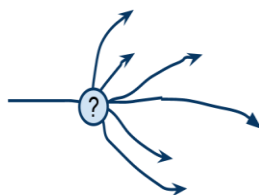

Рис. 50. Сложный выбор.
**Алгоритмы ветвления.** Ветвящийся или разветвляющийся алгоритм — это алгоритм, в котором имеется несколько альтернативных ветвей действий. Выбор называют простым, когда есть только два варианта, и сложным, когда вариантов больше двух (рис. 50).